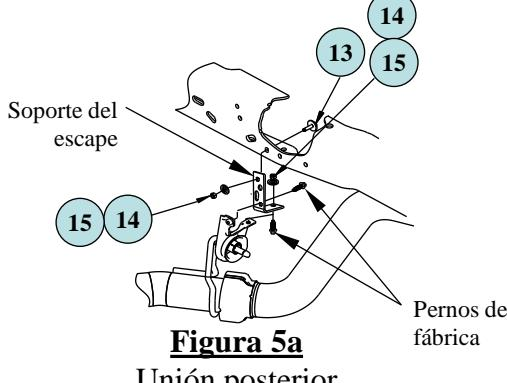

Figura 5a
16. Si el espacio entre el tubo de escape y los travesaños del Hide-A-Goose es inferior a 1/2", se debe usar el soporte del escape provistos en el kit de montaje 4449. Ver la Figura 5a y 5b para los modelos 2008 y posteriores. Para la unión posterior (Figura 5a), sujetar la extensión del soporte provisto al soporte de fábrica con los pernos M8 de fábrica, luego sujetar la extensión al bastidor con las piezas suministradas. Volver a instalar el soporte del escape al frente del eje al travesaño del bastidor con espaciadores de 3/8" colocados entre el soporte y el travesaño.